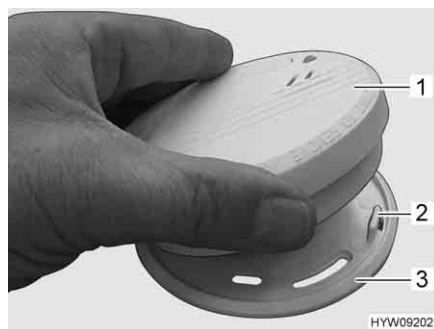

Fig. 196 Montaggio del rivelatore di fumo
- Posizionare il rivelatore di fumo (Fig. 196,1) sul supporto (Fig. 196,3). I naselli di ritegno (Fig. 196,2) devono innestarsi nelle aperture (Fig. 195,3) del rivelatore di fumo.